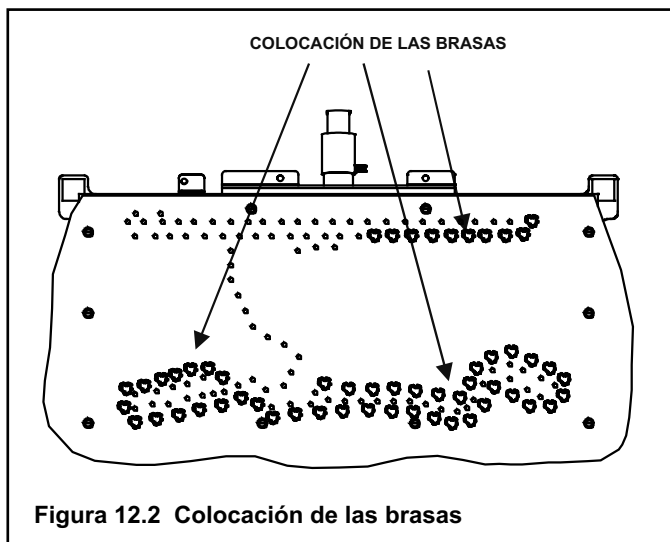

Figura 12.2 Colocación de las brasas
- Cuando coloque las brasas Glowing® sobre el quemador, no cubra los hoyos. Sólo coloque trocitos de brasas (del tamaño de una moneda de diez centavos) en frente de los hoyos pero no sobre o en medio de ellos (vea la Figura 12.2). Para un mejor funcionamiento, coloque las brasas en los hoyos posteriores del quemador (vea la Figura 12.2). No seguir este procedimiento puede causar problemas de encendido y de acumulación de hollín.
Jale los cuatros pestillos y desmóntelos del surco en el marco del vidrio. Retire la puerta de vidrio del aparato (vea la Figura 12.2).